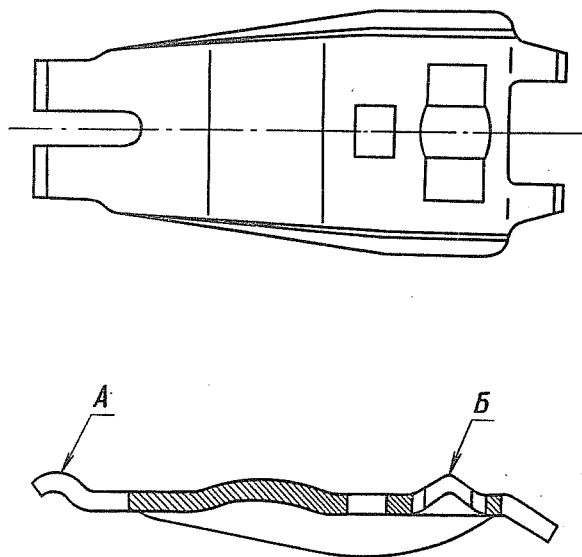

Рис. 126. Нажимной рычаг диска сцепления
2.4. Нажимной рычаг диска сцепления (рис. 126)